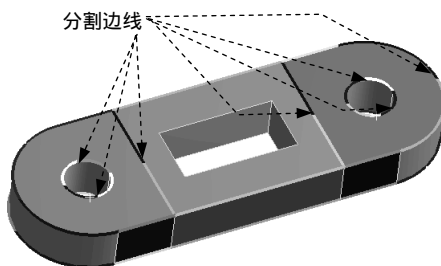

图 4.4.50 创建重点分割(二)
(2) 创建中点分割(二)。参照(1)中的步骤,分别选取图 4.4.50 所示的边线对象创建中点分割(图中仅显示了一面的边线,另一侧面的边线也要进行分割。具体操作参见随书光盘)。